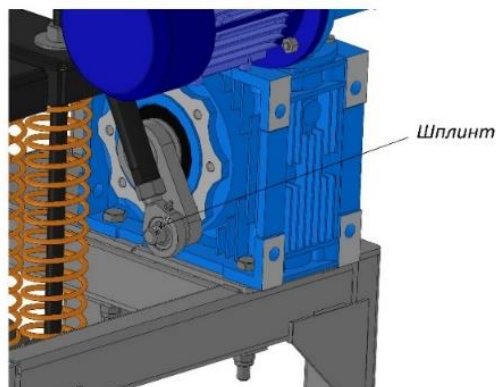

Рисунок 13
- Для сборки зацепить Тягу привода на Водило привода и зафиксировать шайбой М20 и шплинтом. Рис.13